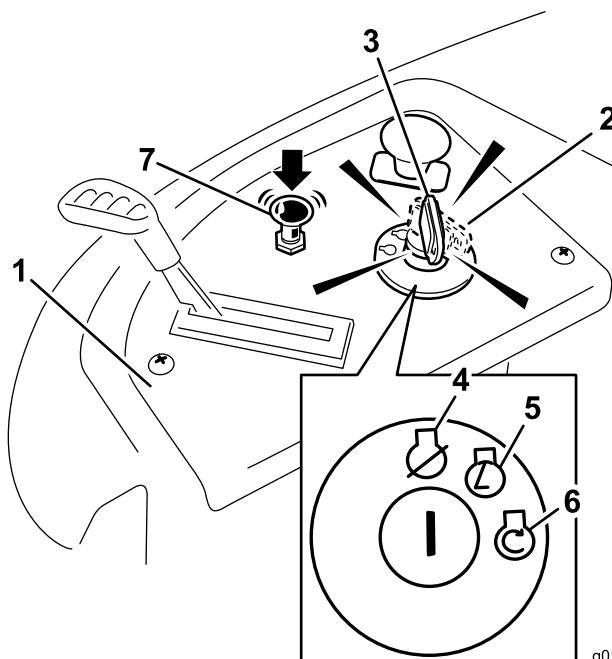

Figura 14
4. Gire la llave de contacto a Arranque para activar el motor de arranque. Cuando el motor arranque, suelte la llave (Figura 14).
5. Después de que el motor arranque, presione hacia abajo el control del estárter (Figura 14). Si el motor se cala o funciona irregularmente, tire hacia arriba del control del estárter y deje el motor en marcha durante unos segundos. Pues presione hacia abajo el control del estárter. Repita este procedimiento tantas veces como sea necesario.
3. Gire la llave de contacto a la posición de Desconectado (Figura 14) y retire la llave.